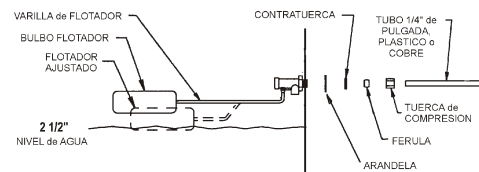

Fig. 3
- Instale la válvula del flotador en el gabinete como se indica (fig. 3)